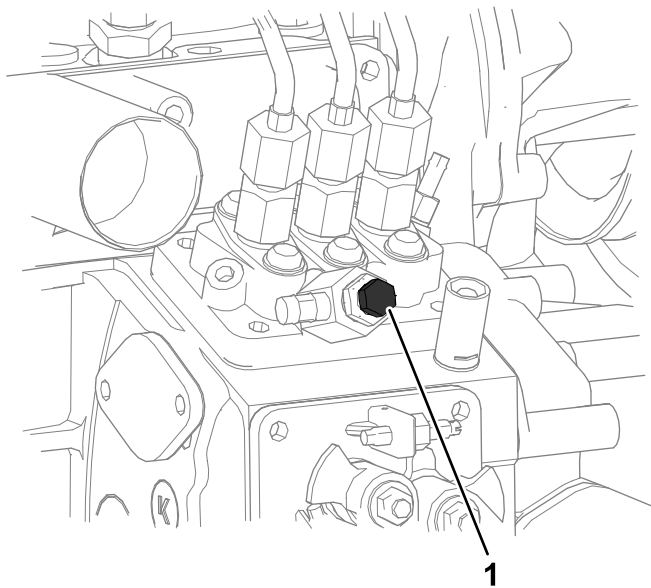

Figure 90
- Desserrez la vis de purge sur la pompe d'injection (Figure 90).